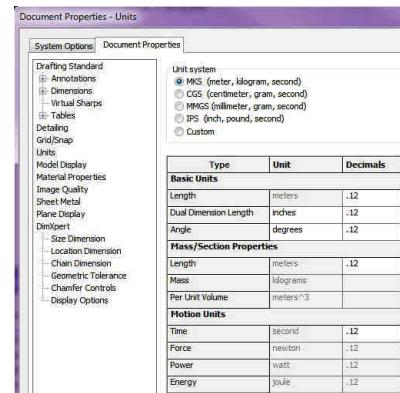

Fig. 14.3
- Selectie **MKS (meter, kilogram, second)** ca sistem de unități **Unit system**, fig. 14.3. Aceasta va impune metrul ca unitate pentru lungime și Newton pentru forță.
- Select **MKS (meter, kilogram, second)** for the **Unit system**, fig. 14.3. This will set the length units to meter and force to Newton.